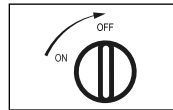

Abb. 5
1. Drehen Sie den Drehschalter auf „OFF“ um die Gaszufuhr zu unterbrechen [Abb. 5]. Warten Sie bis die Flamme vollständig erloschen ist bevor Sie den nächsten Schritt ausführen.